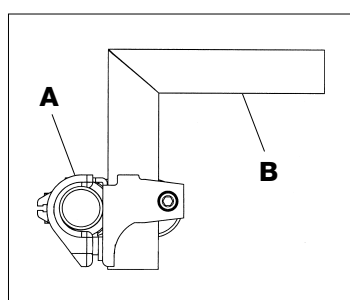

fig. 1
2. En la misma posiciòn, instalar el soporte "A" y la brida "B" tal como indicado en la fig. 1.